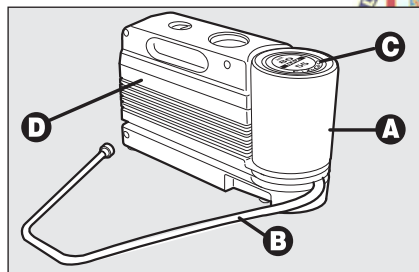

fig. 14
Il kit **fig. 14** è ubicato nel bagagliaio. Nel contenitore del kit di riparazione rapida sono reperibili anche il cacciavite e l'anello di traino.
- ☐ una bomboletta **A-fig. 14** contenente il liquido sigillante, dotata di: